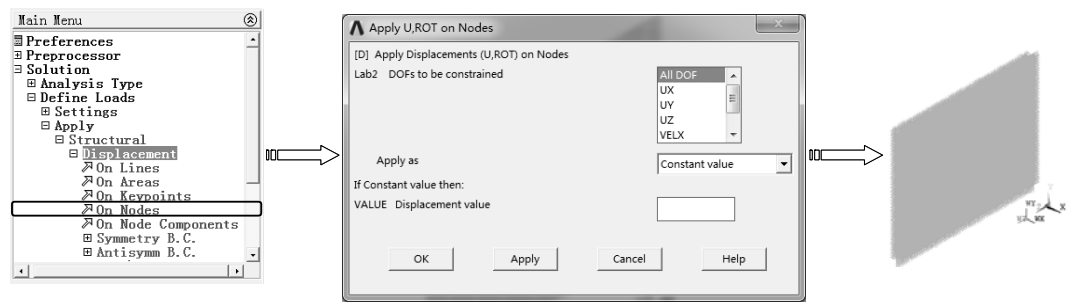

图 6-103 施加自由度约束
2) 选择“Main Menu>Solution>Define Loads>Apply>Structural>Displacement>On Lines”命令，弹出实体选取对话框，单击“Pick All”按钮选择当前选择集中的所有节点，单击“OK”按钮，弹出“Apply U, ROT on Nodes”对话框，在“DOFs to be constrained”列表框中选择约束类型，在“Displacement value”文本框中输入数值 0，单击“OK”按钮完成约束，如图 6-103 所示。